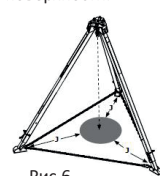

Рис.6
5. Тренога должна располагаться так, чтобы рабочая поверхность (колодец, и пр.) находилась по центру между опорами (рис.6)